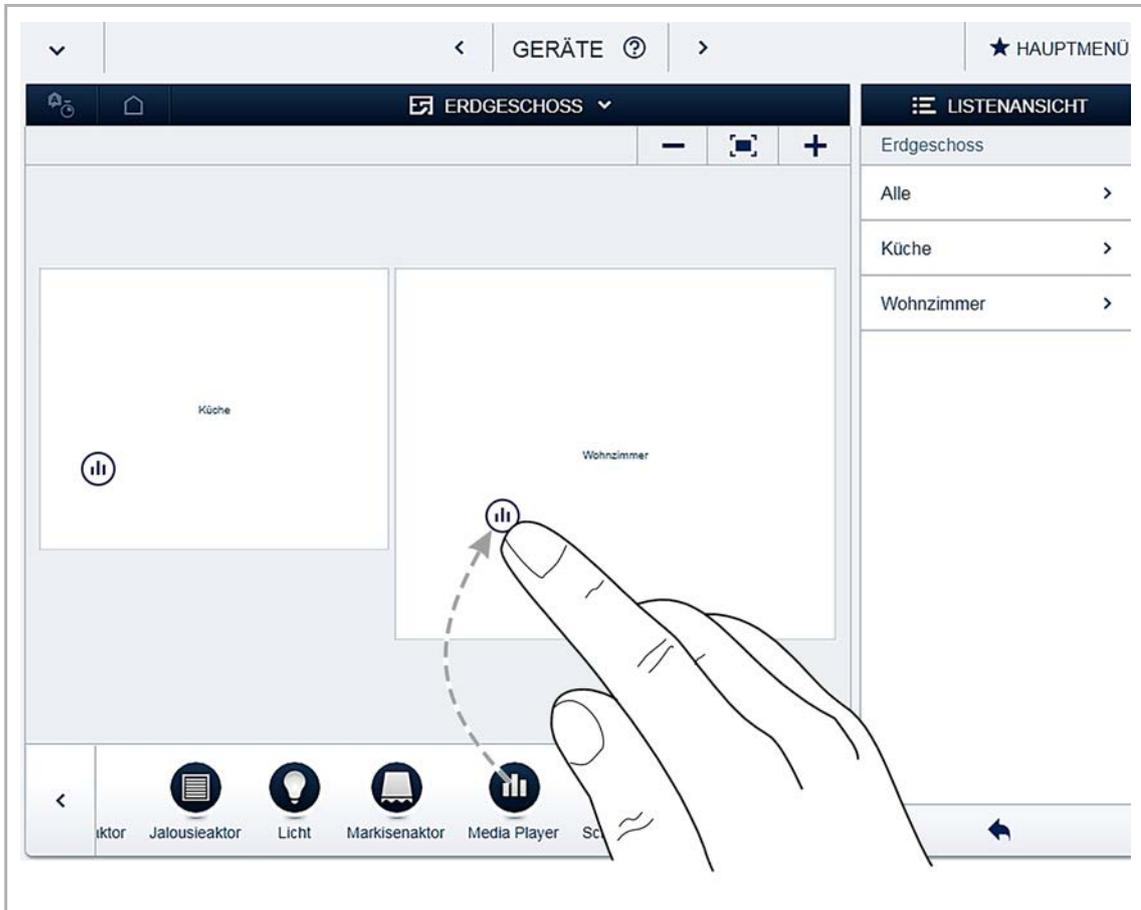

Abb. 103: Sonos Speaker zu Räumen zuordnen
2. Im Menü „Geräte“ die Sonos Speaker (Media Player) zu Räumen zuordnen, siehe Abb. 103.